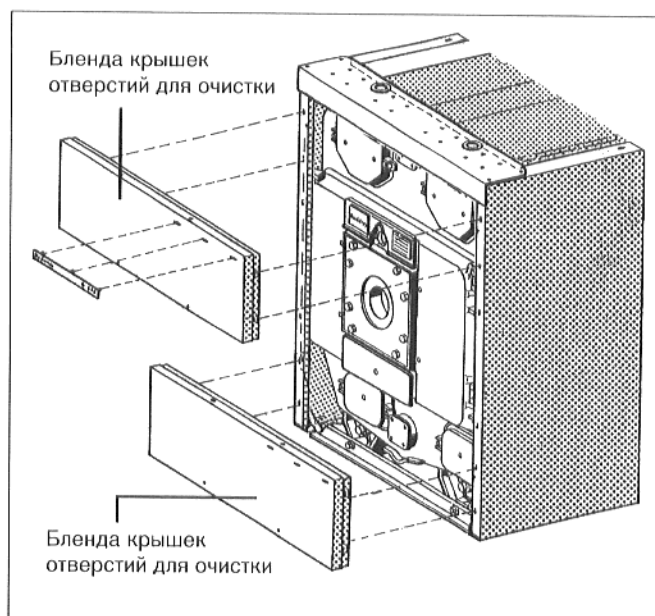

Рис. 47
- Зацепить бленды крышек отверстий для очистки крючками сверху и снизу (рис. 47) в шлицы боковых стенок.